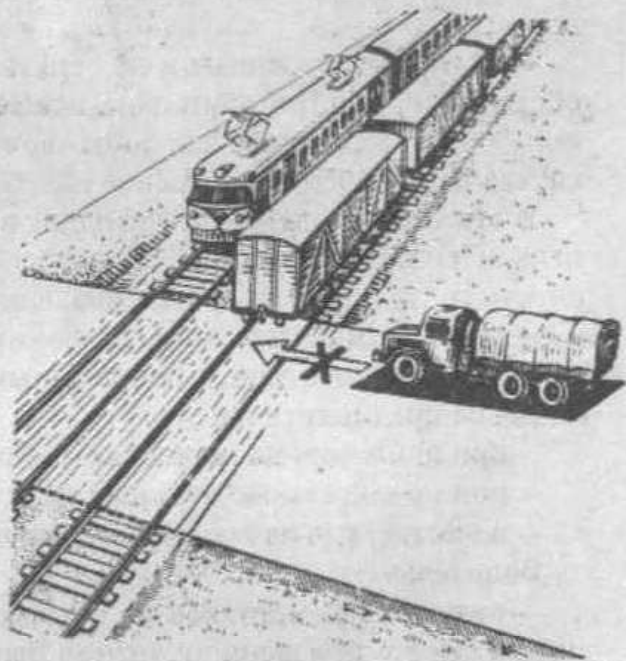

Рис. 23. Нельзя выезжать на железнодорожный переезд сразу после прохождения поезда одного направления
- не выезжать на переезд (рис. 23) сразу после прохождения поезда одного направления, а выждать его удаление, чтобы убедиться в отсутствии встречного поезда;